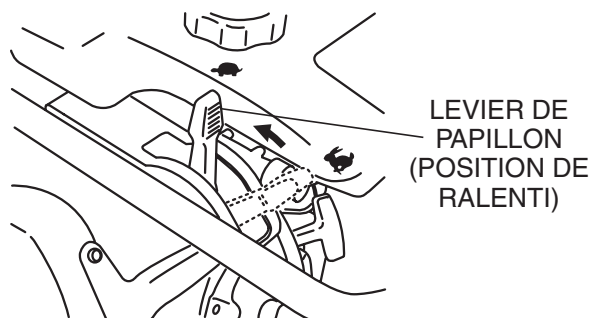
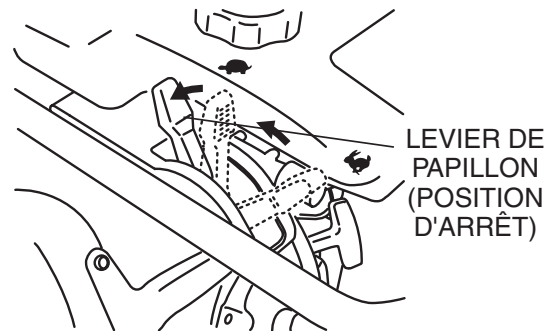

Figure 6. Levier de papillon (position de ralenti)
Figure 11. Levier de papillon (position d'arrêt)
1. Faire glisser le levier d'accélération de la position d'arrêt à la position de ralenti (←) (Figure 6). Ceci ouvre le robinet de carburant et le circuit électrique de moteur est mis en marche automatiquement.
3. Pour arrêter le compactage, déplacer le levier du starter rapidement de la position **DÉMARRAGE** à la position de **RALENTI** (Figure 6).
1. Déplacer le levier du starter rapidement de la position de **DÉMARRAGE** à la position de **RALENTI** (Figure 6) et faire tourner le moteur pendant trois minutes à faible vitesse. Après que le moteur **se refroidisse**, déplacer le levier du starter à la position **ARRÊT** (Figure 11). Le moteur s'arrêtera et le robinet de carburant se ferme automatiquement.